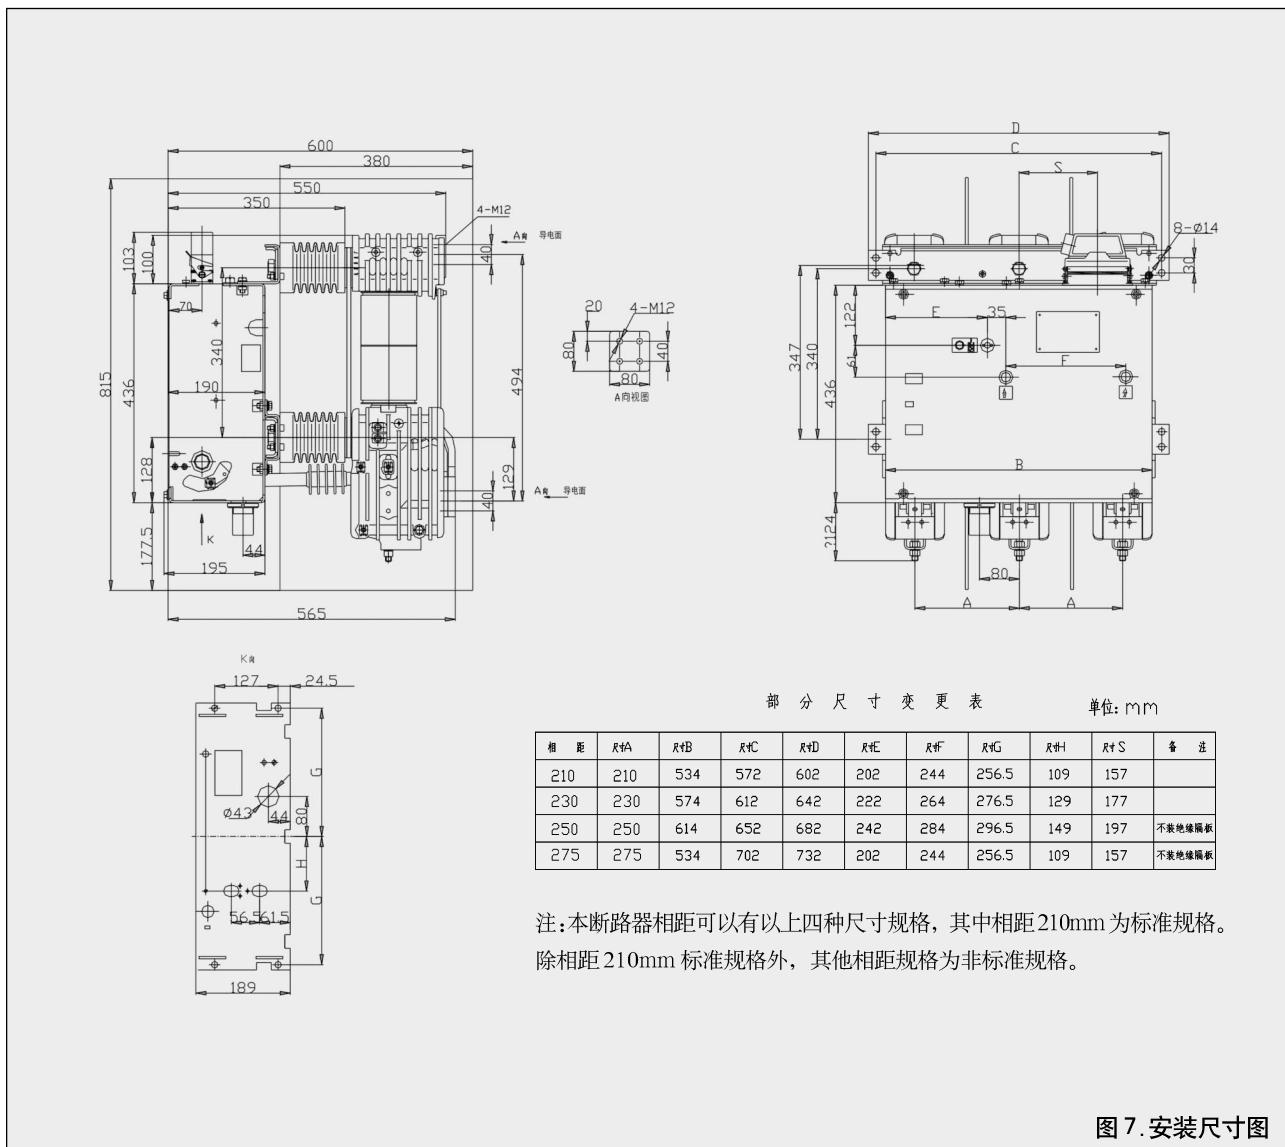

图7. 安装尺寸图
流脱扣器, 相距尺寸须改为250mm, 安装尺寸见图7。
4. 用机构箱上的安装孔进行安装。(见图7 安装外形图)